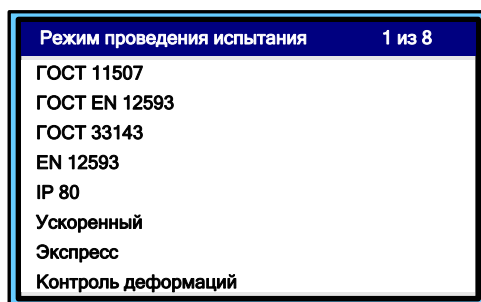

Рисунок 8 – Меню выбора условия испытания
4.5.1.2 Аппарат переходит в меню выбора условия испытания (см. рисунок 8).